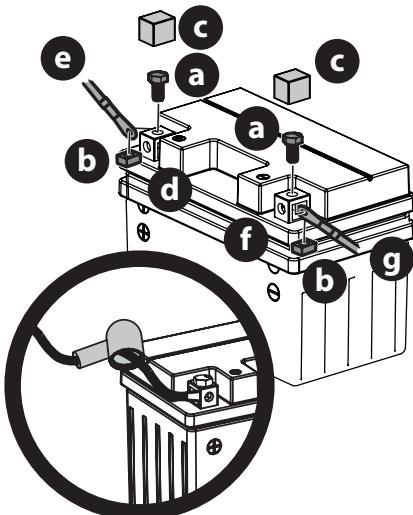

Figure 14
- Retirez les boulons (a) installés en usine et les écrous carrés (b) placés à l'extrémité du faisceau ou dans le sac contenant le manuel. Gardez la quincaillerie pour utilisation ultérieure (Figure 14 à la page 81).
- Retirez le protecteur en plastique (c), si présent, de la borne positive de la batterie (d) et fixez le câble rouge (e) à la borne positive (d) avec un boulon (a) et un écrou carré (b) indiqués à l'étape 1. Utilisez un tournevis Phillips (Figure 14).
- Replacez le capuchon rouge en caoutchouc sur la borne positive de la batterie pour la protéger contre la corrosion. Voir l'encadré de la Figure 14.
- Retirez le protecteur en plastique (c), si présent, de la borne négative de la batterie (f) et fixez le câble noir (g) à la borne négative (f) avec l'autre boulon (a) et l'autre écrou (b) (Figure 14).